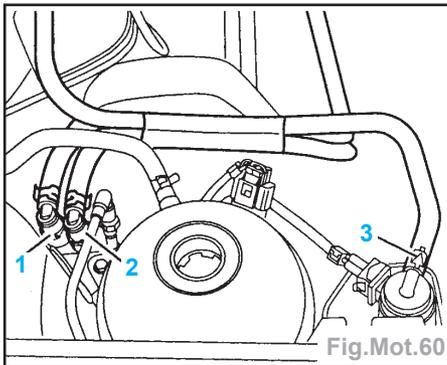

Fig.Mot.60
- Débrancher la conduite d'alimentation en carburant (1) ainsi que la conduite de retour de carburant (2) au point de raccord. Le système d'alimentation est sous pression (Fig.Mot.60).